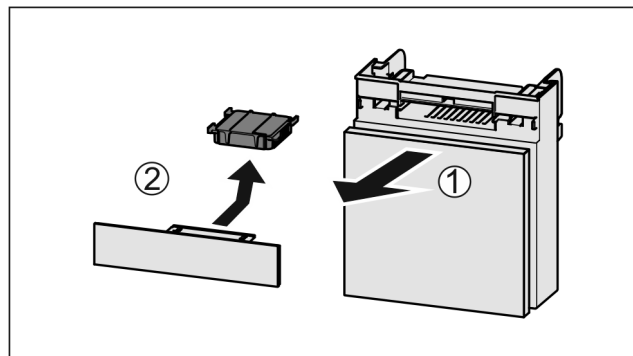

Fig. 63
- Predal izvlecite Fig. 63 (1) naprej.
- Odstranite Fig. 63 (2) aktivni ogljeni filter.